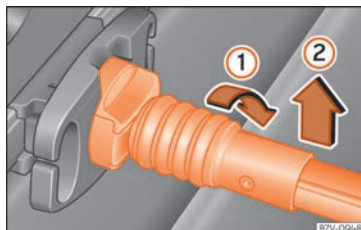

Fig. 148 Décrochez le filet à bagages.
- Tournez la barre de fixation de 90° vers la droite » » » fig. 148 ① jusqu'à ce que la marque